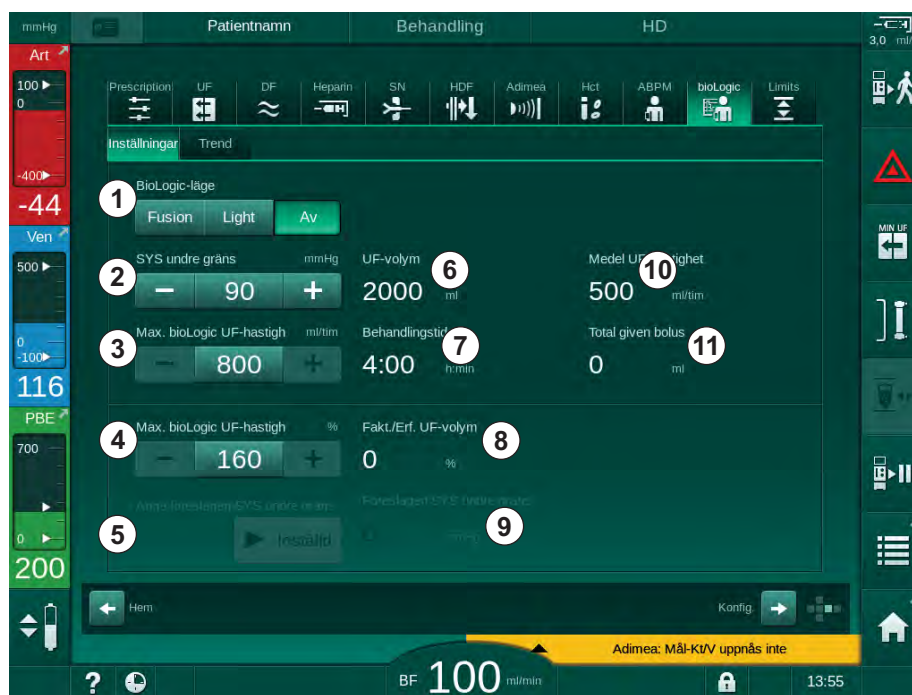

Bild 11-20 Skärmen bioLogic Fusion Inställningar
När man aktiverar föreslagen SLL, accepteras värdet ⑨ i Bild 11-20. Alternativt kan den systoliska lågränsen ställas in på position ⑩.
1. Om du vill aktivera bioLogic Fusion eller bioLogic Light, tryck på knappen *Fusion* eller *Light* i grupprutan *bioLogic-läge* (Bild 11-20, ①).